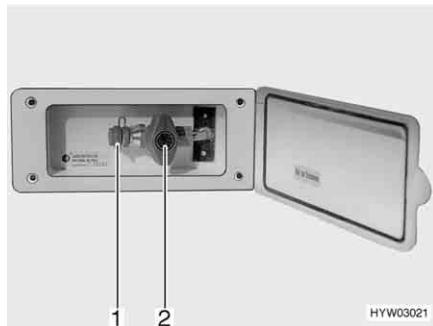

Fig. 59 Presa gas esterna (rubinetto di arresto del gas chiuso)
La presa gas esterna (Fig. 59) si trova, a seconda del modello, nella parte posteriore o sul lato destro o sinistro del veicolo.
- Collegare l'apparecchio a gas esterno all'attacco (Fig. 59,1).
- Aprire il rubinetto di arresto del gas (Fig. 59,2).